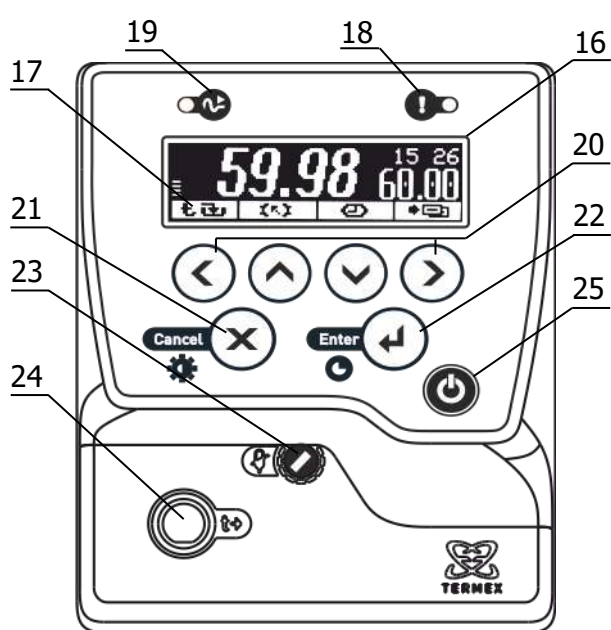

Рисунок 2 – Лицевая панель
1.4.5 Система безопасности блоков регулирования автоматически отключает двигатель насоса и нагреватель 7 при срабатывании любой из защит (1.2.13). В этом случае раздается звуковой сигнал, загорается индикатор 18 (рисунок 2), и на дисплей 16 выводится информация о причине неисправности.
2.3.1 После подключения сетевого кабеля к электрической сети блок регулирования переходит в режим ожидания. Подключение сопровождается кратковременной подсветкой дисплея 16 (рисунок 2).
2.3.6 Для регулировки яркости подсветки или контраста дисплея нажать кнопку 21 (X), выбрать изменяемый параметр кнопками (▲) и (▼) и установить его значение кнопками (◀) и (▶). Зафиксировать изменение нажатием кнопки 22 (↵) (рисунок 2).
2.7.7 Для выбора уставки в качестве текущей кнопками (▲) и (▼) подвести к ней указатель. Значение отмеченной указателем уставки дублируется крупными цифрами в правой части дисплея. Для подтверждения выбора отмеченной уставки нажать кнопку 22 (↵). Для отмены выбора нажать кнопку 21 (X) (рисунок 2).
2.7.8 Для изменения численного значения отмеченной указателем уставки нажать кнопку (▶). На рамке, обрамляющей значение уставки в правой части дисплея, появятся "засечки", указывающие на изменяемую позицию в численном значении. Цифра в отмеченной позиции мигает. Нажатиями кнопок (▲) и (▼) установить требуемую цифру в отмеченной позиции. Если удерживать кнопку нажатой, значение уставки будет изменяться непрерывно. Нажатиями кнопок (◀) и (▶) переместить отметку изменяемой позиции. Дискретность изменения значения уставки зависит от положения изменяемой позиции: если отмечена позиция десятков, то при единичном нажатии кнопки (▲) или (▼) значение уставки изменится на 10 °C. Если отмечена позиция десятых долей, то значение уставки изменится на 0.1 °C соответственно. Закончить ввод нового значения уставки нажатием кнопки 22 (↵). Для возврата к значению уставки до ее изменения нажать кнопку 21 (X) (рисунок 2).
2.8.4 При срабатывании защиты раздается звуковой сигнал и загорается красный индикатор срабатывания системы безопасности 18 (рисунок 2). Работа насоса и нагревателя будет блокирована. На дисплее отобразится текущее состояние системы защит.